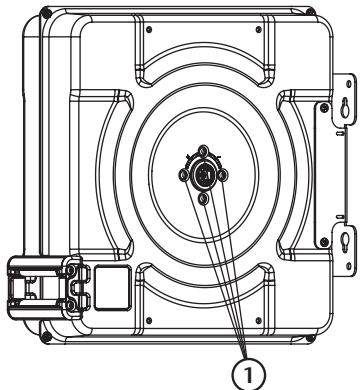

Abb. 6
- 3.** Entfernen Sie die Schrauben (1) (Abb. 6), die die Federbefestigung halten, so dass sie frei ist und die Feder nicht gespannt wird, selbst wenn die Trommel gedreht wird.